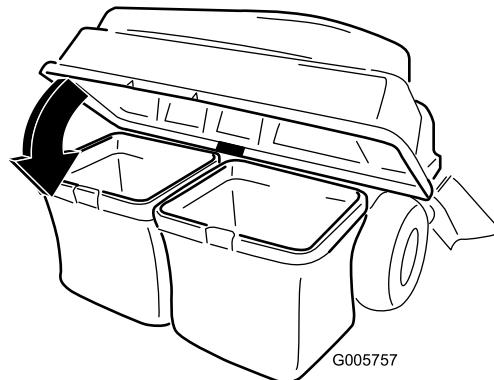

Bild 18
3. Senken Sie die Abdeckung des Heckfangsystems auf den Grasfangkorb ab (Bild 18).